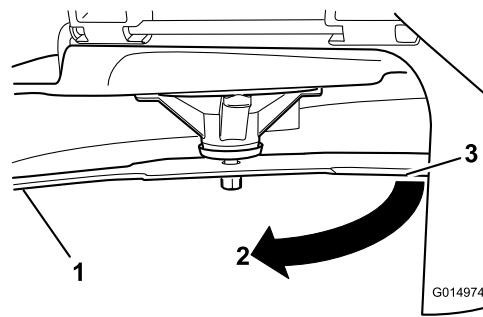

Figura 54
4. Gire la misma cuchilla 180 grados de manera que el otro extremo esté en la misma posición (Figura 54).